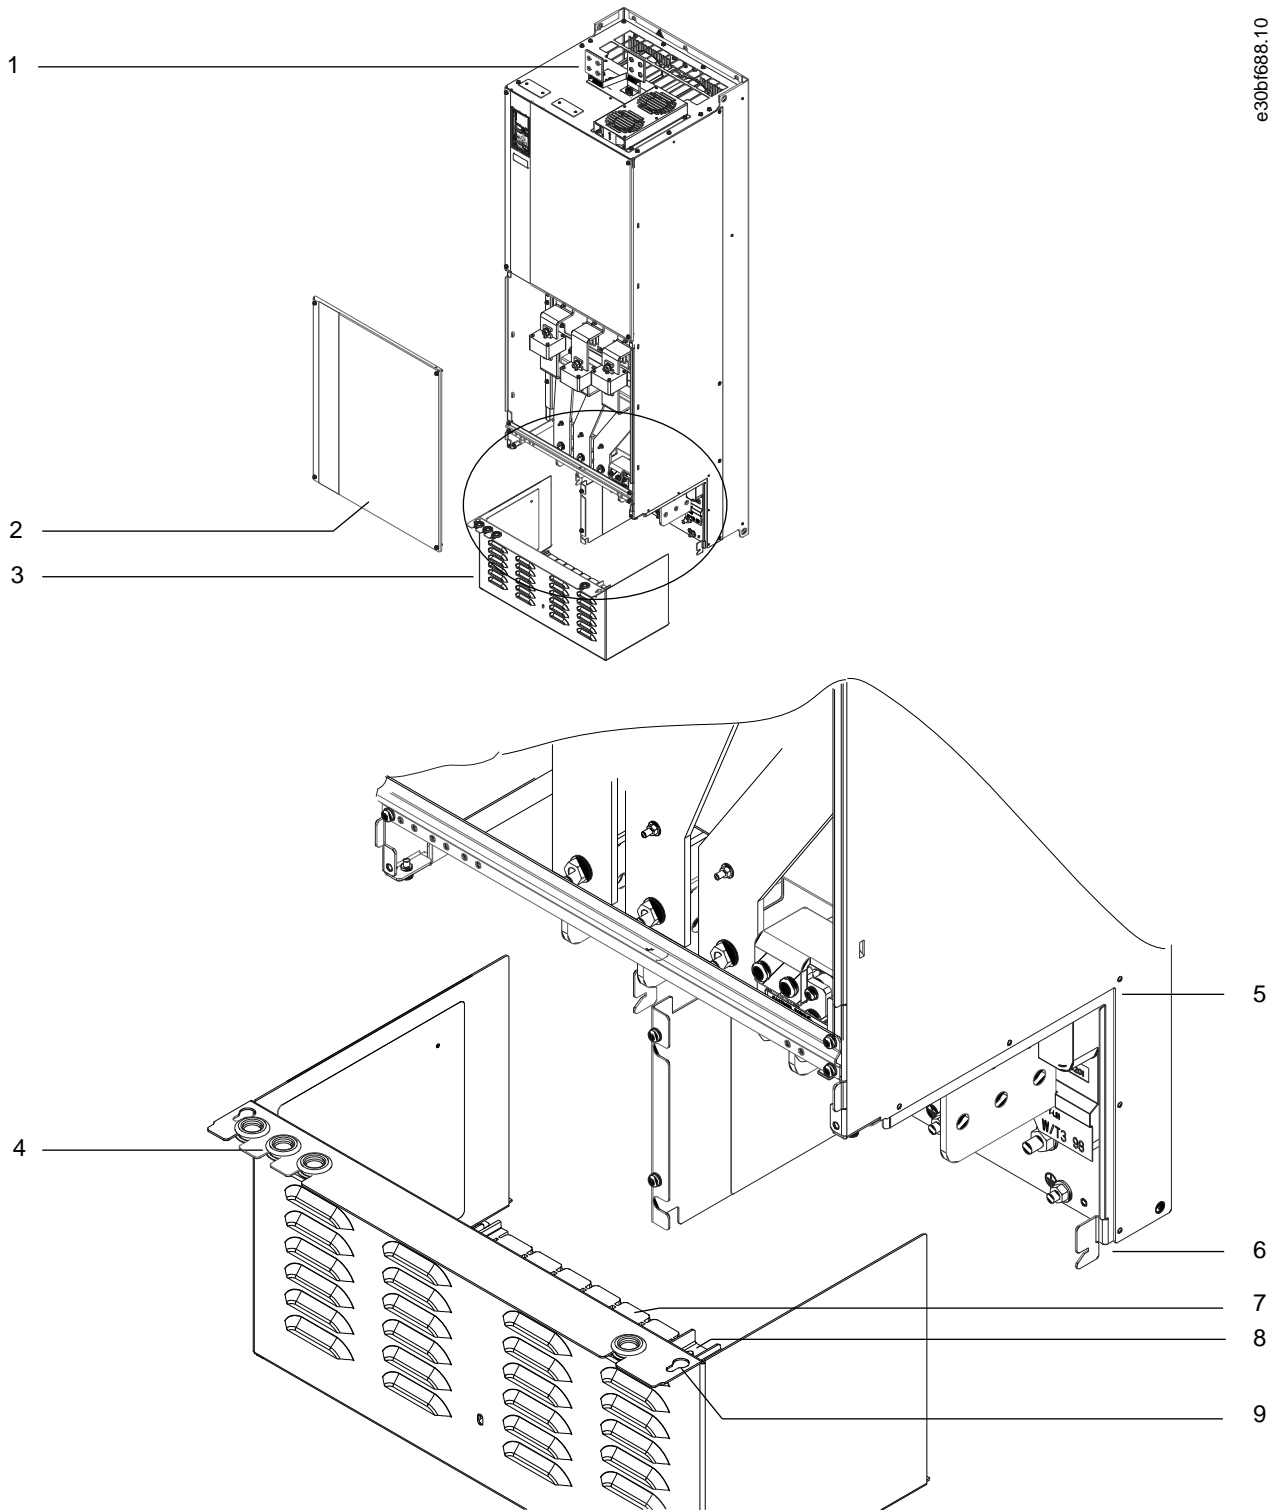

Ilustración 15: Montaje de la placa de entrada de cables y la tapa de terminales
1. Retire el panel inferior y la tapa de terminales. Consulte el apartado Ilustración 15.
4. Deslice la placa de entrada de cables de plástico (7) por los rieles inferiores de la tapa de terminales.
5. Inclíne hacia abajo la parte frontal de la tapa de terminales hasta que los puntos de sujeción (8) descansen sobre los soportes ranurados del convertidor (6).
6. Asegúrese de que los paneles laterales de la tapa de terminales encajen en los carriles guía exteriores (5).
8. Inclíne hacia arriba la parte frontal de la tapa de terminales hasta que el orificio de sujeción de la parte inferior del convertidor esté alineado con el ojo de la cerradura (9) de la placa de terminales. Fije la placa con dos tornillos T25 a un par de apriete de 2,3 Nm (20 in-lb).